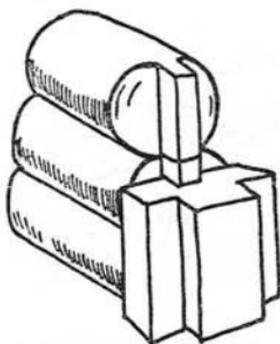

Рис. 16. Соединение стены с дверным косяком или оконной рамой:
4. Укладывая венцы, оставляйте в соответствии с чертежом проемы для окон и дверей. Перед укладкой перекрывающего венца запилите проем по отвесу в размер и обработайте торцы: они должны кончаться вертикальным гребнем (рис. 16). Установите в проемы косяки и коробки, оставив по высоте 4–5 см на усадку.